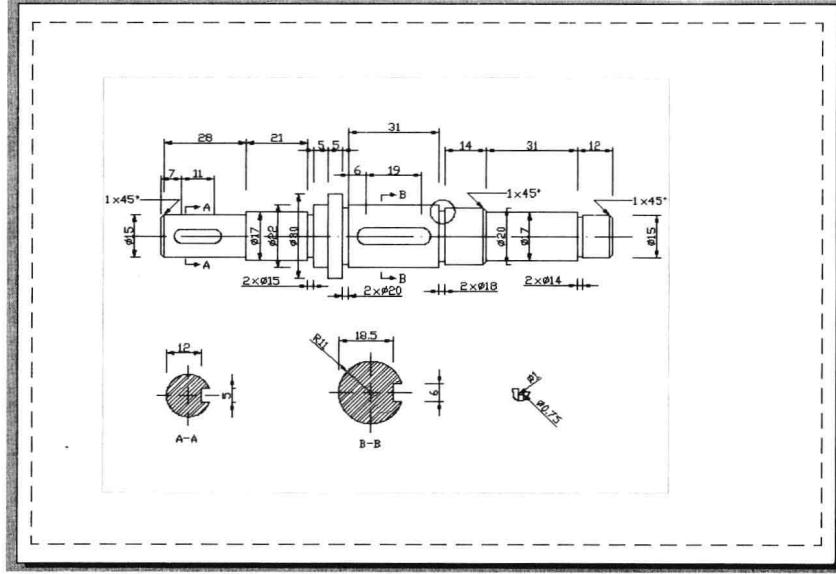

图 10-2-3
(3) “布局1”应用了A4图纸设置效果，如图 10-2-3 所示。